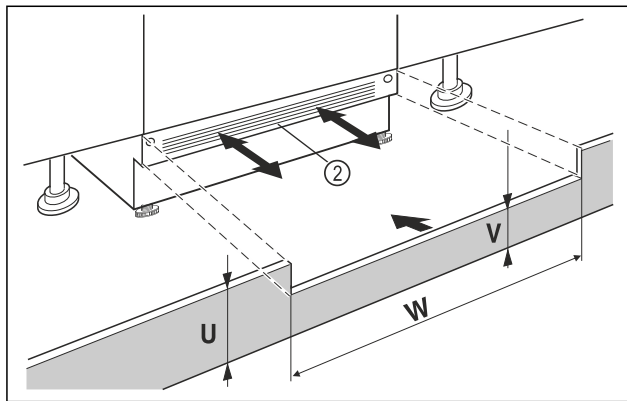

Fig. 96 Примерно изображение
- Поставете цокъла на уреда Fig. 96 (2), но не го фиксирайте.
- При виждащ се цокъл Fig. 96 (2), изтеглете го толкова напред, че предният ръб на вентилационната решетка и мебелният цокъл да образуват една равнина.
- При скрит цокъл Fig. 96 (2), избутайте го докрай назад.
- Внимавайте всички вентилационни отвори да бъдат свободни: При нужда височината на мебелния цокъл Fig. 96 (U) може да бъде намалена чрез изрязване!
- Нагласете височината на стъпалото Fig. 96 (V) под цокъла на уреда Fig. 96 (2) по продължение на широчината на нишата Fig. 96 (W).